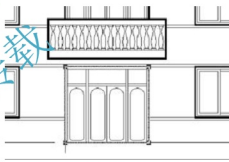
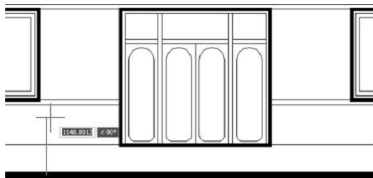

图 4.62 【对象捕捉】工具栏
图 4.63 确定台阶的起点
(1) 定义相对坐标基点：在命令行无命令的状态下，单击首层门洞矩形，并单击其左下角夹点使其变红（图 4.62），然后按两下 Esc 键取消夹点。
(2) 立面台阶的尺寸：踏高为 150mm，踏宽为 300mm，平台的长度为 4200mm。
(3) 启动绘制【多段线】命令（快捷键 PL）。
① 在指定起点：提示下，输入 “@-1500，-600” 后按 Enter 键，指定直线起点为距离相对坐标基点水平向左 1500mm、垂直向下 600mm 处，结果如图 4.63 所示。